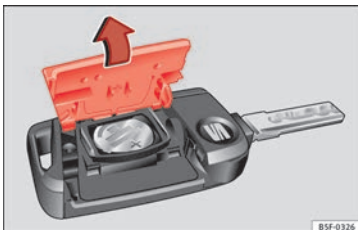

Fig. 116 Clé du véhicule : ouvrez le cache du logement des piles.
- Retirez le couvercle de la partie arrière de la clé du véhicule » fig. 116 dans le sens de la flèche » ⚠.
- Placez le couvercle comme indiqué » fig. 116, et appuyez-le sur le boîtier de la